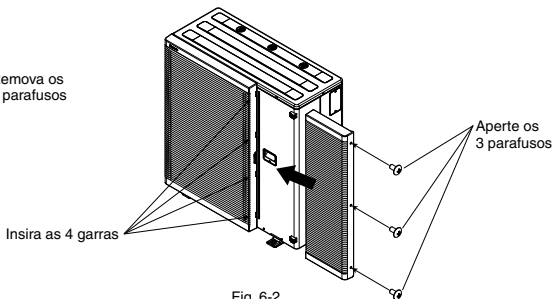

Fig. 6-2
2. Insira as 4 garras da grelha de descarga (lado direito) e aperte os 3 parafusos. (Fig. 6-2)